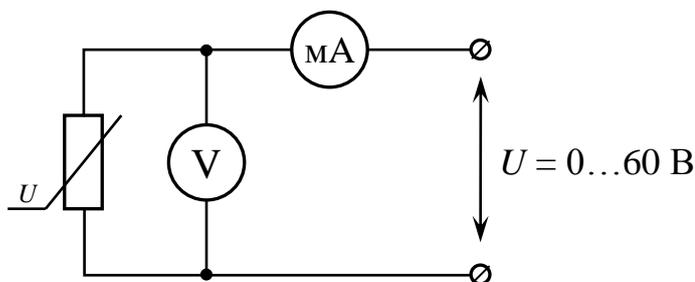

Рис.5. Схема для исследования характеристик варистора
- 1.2 Собрать схему, приведенную на рис.5. Предъявить схему на проверку преподавателю.
- 2.2 Собрать схему, приведенную на рис.5, питание взять с клемм «+» 1 канала и «-» 2 канала. Предъявить схему на проверку преподавателю.